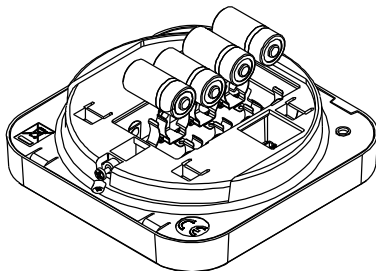

Abbildung 5
4. Nehmen Sie die Batterien heraus und ersetzen Sie sie durch neue. Achten Sie beim Einlegen der neuen Batterien auf die Polarität (siehe Abbildung 5).